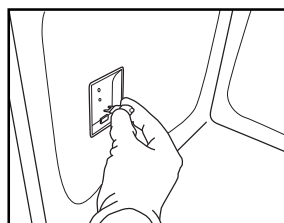

Fig. 8
4. Remplacez l'ampoule grillée par une neuve (voir « Remarque » pour connaître le type) (Fig. 8).